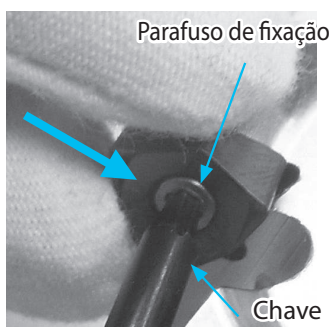

Fig. 1
- Depois de montar um parafuso de fixação na aresta superior da chave, aperte o parafuso enquanto mantém o inserto pressionado contra a superfície de assentamento do calço e a superfície do suporte (Fig.1)